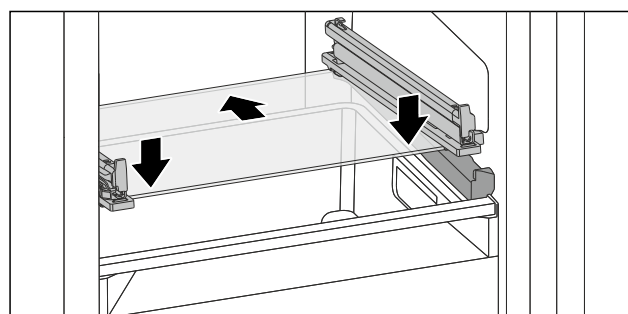

Fig. 108 可倾斜抽屉的玻璃隔板
- ▶ 将玻璃隔板斜放在止动器后面。（参见 Fig. 108）